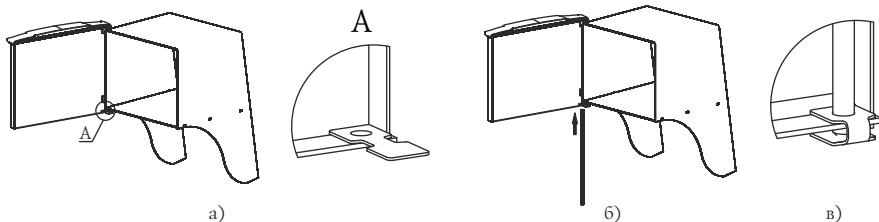

Рисунок 7. Установка дверцы при монтаже печи.
2. Установите дверцу на втулки топливного канала, совместив отверстия (рисунок 7.а);
3. Совместите отверстие упора с нижним отверстием каркаса, при этом упор должен располагаться внутри каркаса (рисунок 7.а);
3. Вставьте ось через отверстия снизу вверх (рисунок 7.б),
4. Подогните упор, фиксируя конец оси между площадками упора (рисунок 7.в);